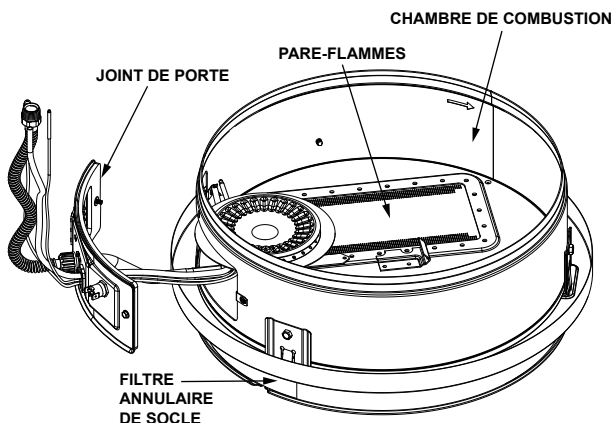

FIGURE 26.
1. Au moins une fois par année, vérifier si de la poussière ou des débris se sont accumulés sur le filtre annulaire de socle (Figure 26). REMARQUE : Si le chauffe-eau est installé dans un endroit propice à l'accumulation de charpie et de saleté, il peut être nécessaire d'augmenter la fréquence d'inspection du filtre annulaire de socle.
2. À l'aide d'un aspirateur ordinaire ou d'atelier, ramasser tous les débris dans la chambre de combustion (Figure 26). À l'aide d'un jet d'air comprimé, enlever aussi la poussière ou les débris pouvant s'être accumulés sur le pare-flammes.
1. Avant d'installer le joint de la porte, vérifier s'il est endommagé ou incrusté de débris (Figure 26).
4. Inspecter le joint de la porte et s'assurer qu'il n'y a aucun isolant en fibre de verre entre le joint et la chambre de combustion (Figure 26).